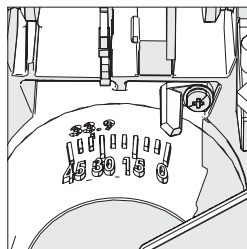

Fig. 8
- Accertarsi che la testa da taglio sia in verticale, che poggi contro il fermo e che l'indicatore di smusso indichi 0° sulla scala (**Fig. 8**).